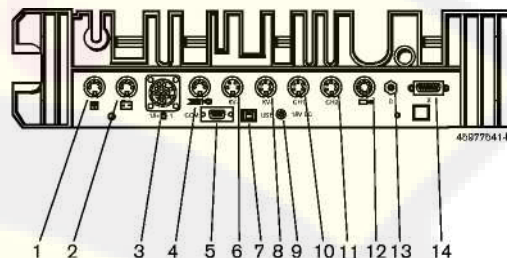

Рис.2. Панель подключений FSA 720 (вид сзади)
Датчики подключить к соответствующим гнездам измерительного модуля (рис. 2). Токовые щупы 30 А и 1000 А, а также кабель адаптера 1 684 465 513 присоединяются только при необходимости.
1. Подключить источник питания к FSA 720 (рис. 2, поз. 9).
1. Соединительный провод USB FSA 720 вставить в гнездо 7 (рис. 2).